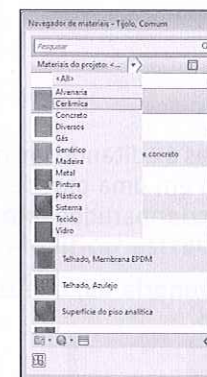
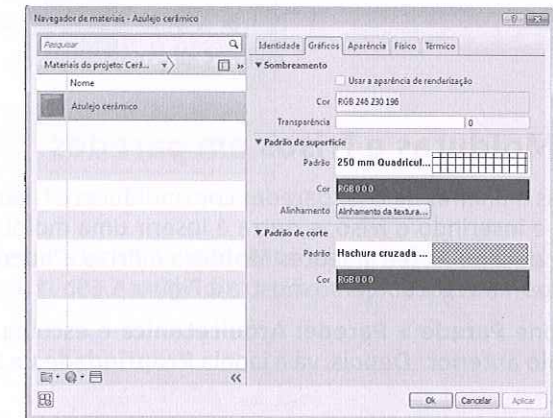

Figura 5.61 – Definição de cerâmica.
Figura 5.62 – Escolha de Azulejo cerâmico.
8. Repita o processo para a camada de acabamento interno escolhendo, no tipo de material, **Cerâmica** (Figura 5.61). Em seguida, selecione **Azulejo cerâmico**, como mostra a Figura 5.62.